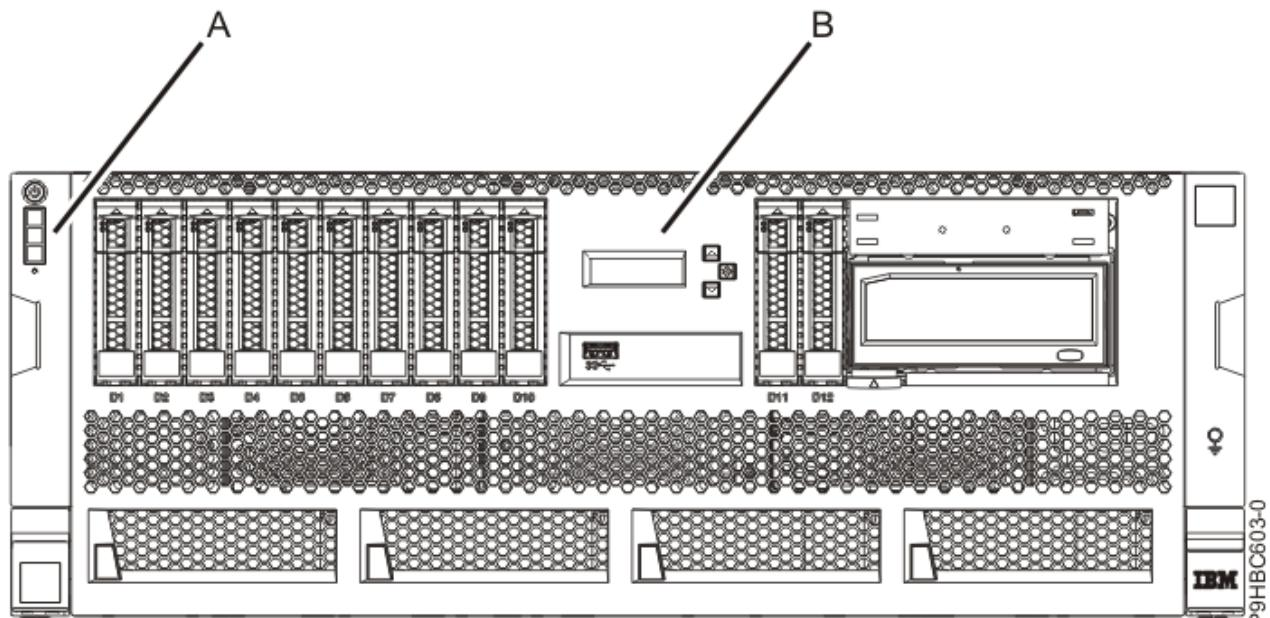
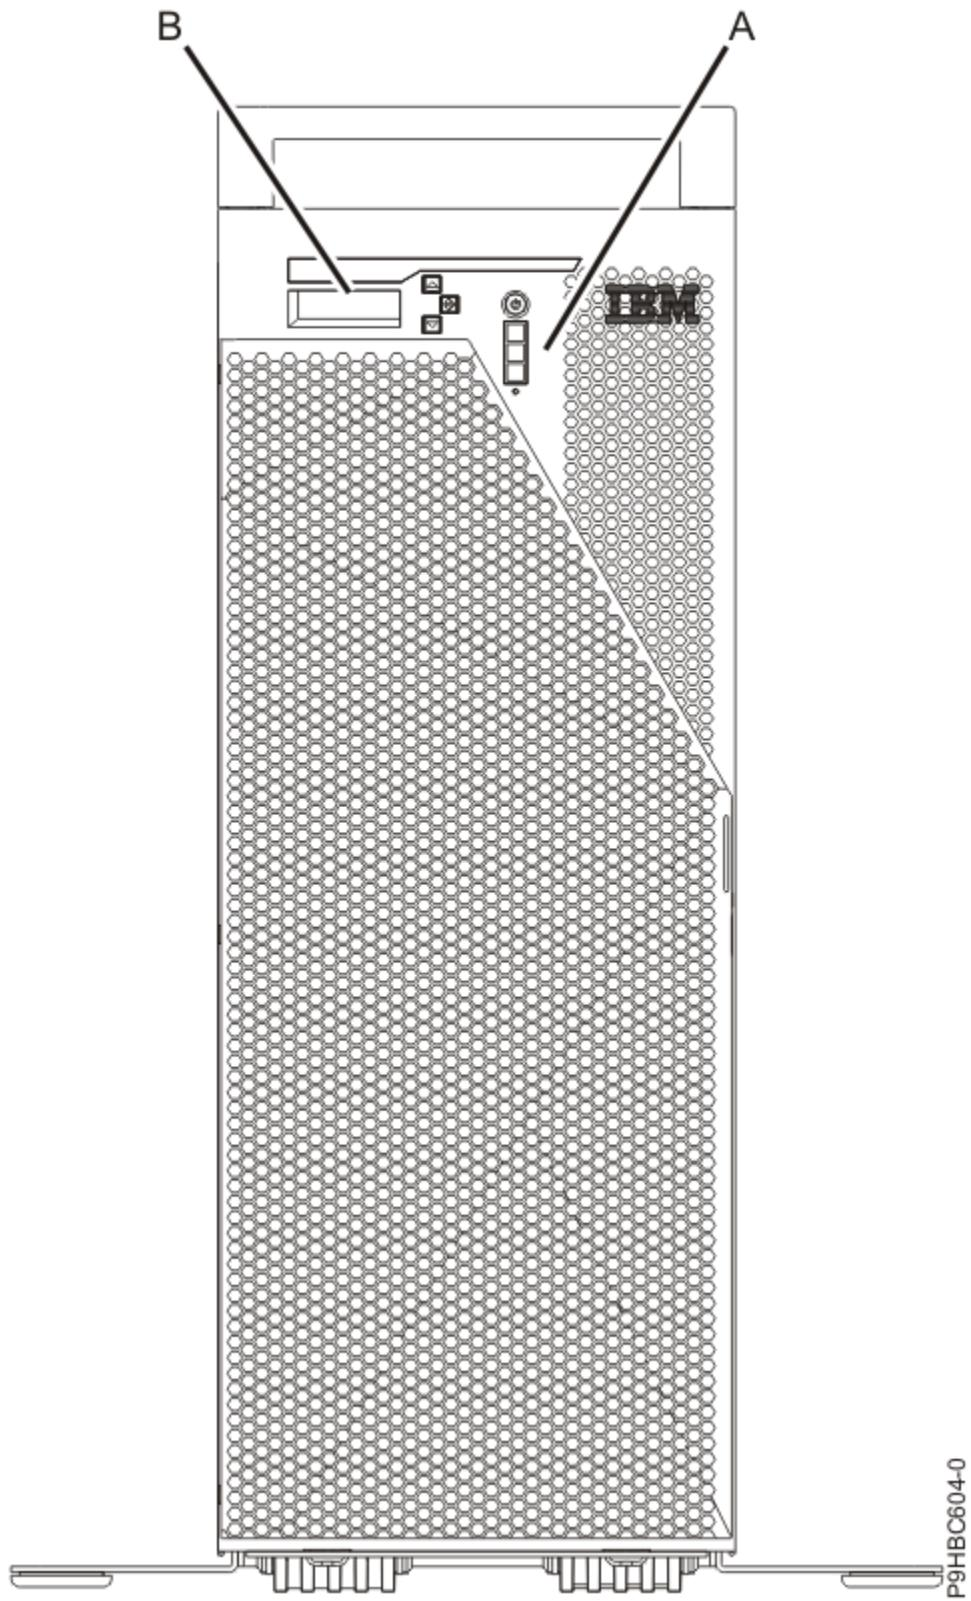

図 1. ラック・マウント型システムのコントロール・パネル
図 2. スタンドアロン・システムのコントロール・パネル
1 ページの図 1 および 2 ページの図 2 は、コントロール・パネル (A) とコントロール・パネル・ディスプレイ (B) を示しています。